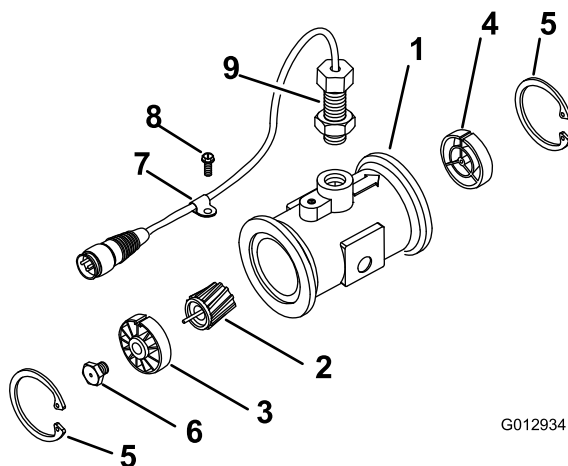

Figura 55
3. Retire el anillo de sujeción del lado “aguas arriba” (Figura 55).